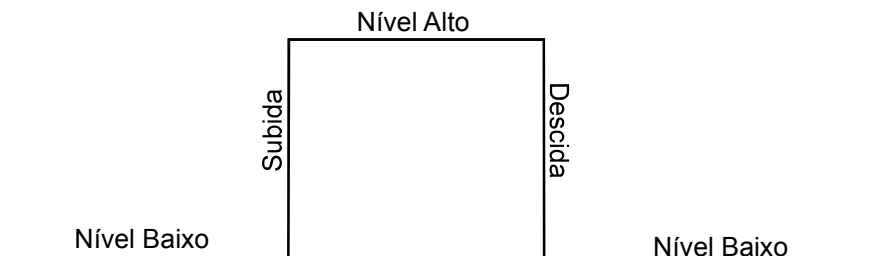

Figura 10: Sinal do um pulso
Se estiver usando laço de indução do solo para capturar, clique no botão "Setup" ou "Conf" na interface principal. No menu de esquerdo "Conf. Avançada" -> "Periférico", para definir o modo de verificação como "Laço Indutivo" (Bobina do chão); no "Tempo de atraso", você pode definir o tempo de captura atrasado após receber o sinal disparado pelo detector, enfim clique OK para salvar. Veja a Figura 10:
No item 4 da figura 10, você poderá definir tipo de sinal recebido do laço indutivo para disparo de captura. Segue abaixo figura sobre um pulso de disparo chegado pelo laço indutivo.